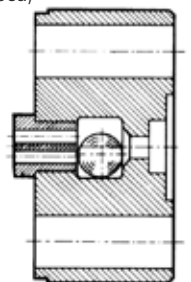

Рис. 6:
#### Ввод в эксплуатацию (см. Рис. 6)
- Ⓑ Шаровой кран/обратный клапан (см. Рис. 6)